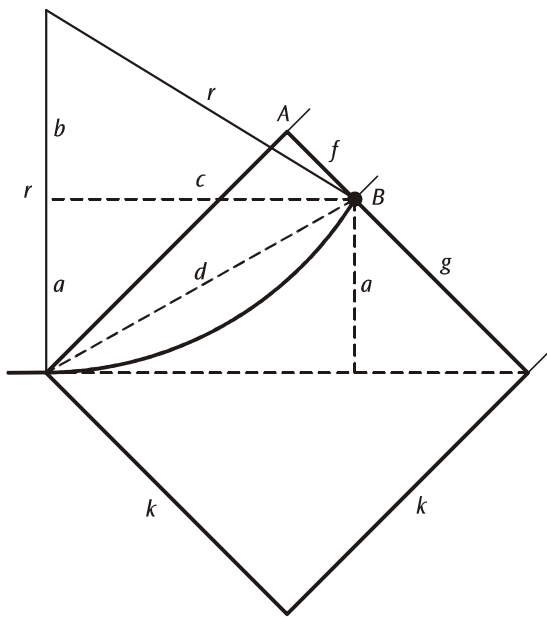

Fig. 4: Darstellung zur Berechnung des Krümmungsradius r der Elektronenbahn aus dem Abstand f zwischen dem Austrittspunkt B und dem Eckpunkt A
b) Der Krümmungsradius r des abgelenkten Elektronenstrahls lässt sich in Fig. 4 aus dem Austrittspunkt B bestimmen.